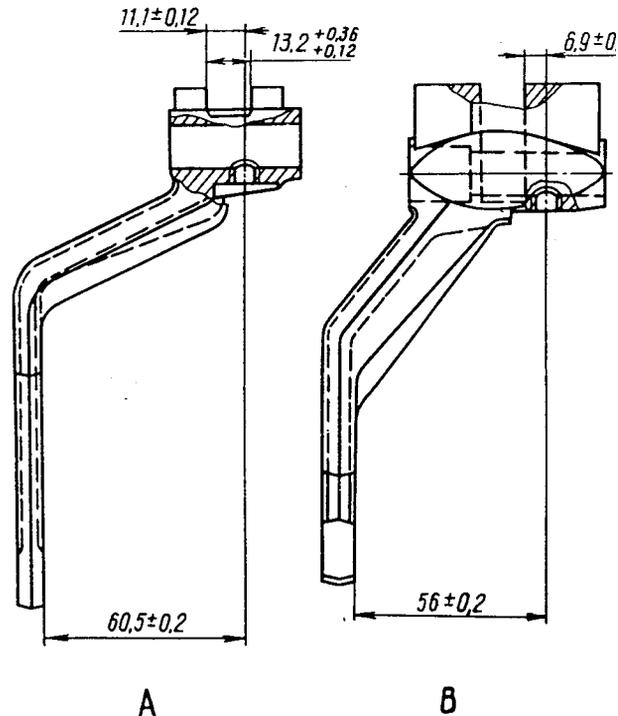

Bild 81. Kontrollmaße der Gangschaltgabeln:
3. Schrägstellung der Teile wegen Verbiegung der Schaltgabeln	3. Gabeln nach den im Bild 81 angegebenen Maßen ausrichten bzw. durch neue ersetzen